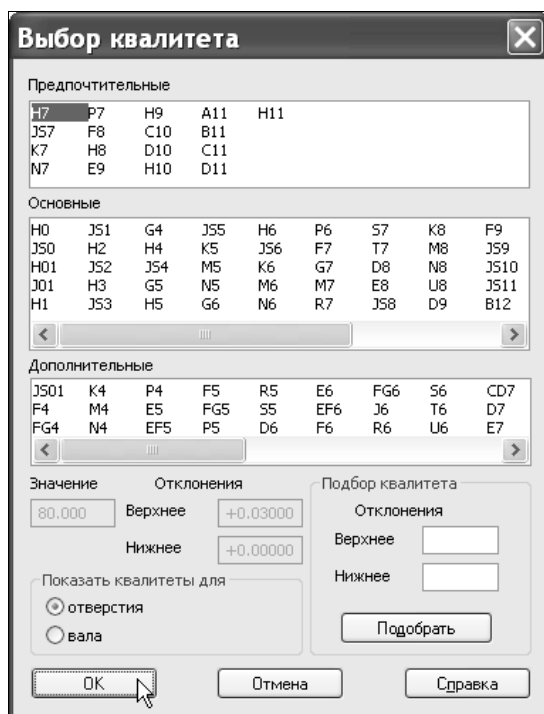

Рис. 1.90. Диалоговое окно Выбор качества
7. Для выбора предельных отклонений размеров нажмите кнопку **Квалитет** и вызовите диалоговое окно **Выбор квалитета** (рис. 1.90).